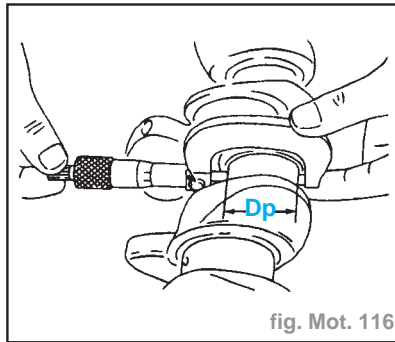

fig. Mot. 116
- Mesurer le diamètre extérieur "Dp" de chaque maneton de vilebrequin (fig. Mot. 116).